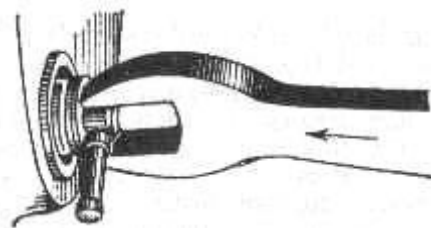

Рис. 82. Снятие стопорных штифтов пружин муфты сцепления
1. Сжав ключом пружину сцепления (рис. 82), вынуть стопорный штифт. При этой операции на второй конец ключа нужно намотать тряпку, чтобы губки ключа не врезались в руку. Нажимать следует строго перпендикулярно дискам сцепления, иначе ключ соскочит. Аналогично вынимаются другие штифты.